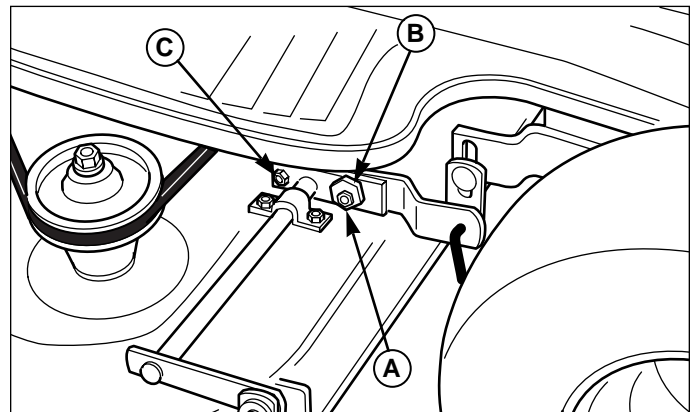

Figure 34. Réglage pour la mise à niveau latérale
5. Voir la Figure 34. Desserrer l'écrou extérieur (A) et la vis auto-taraudeuse (C), puis tourner l'écrou excentrique (B) pour relever ou abaisser le côté gauche de la tondeuse. Quand la tondeuse est mise à niveau, maintenir l'écrou excentrique tout en resserrant l'écrou extérieur. Serrer la vis auto-taraudeuse (C).